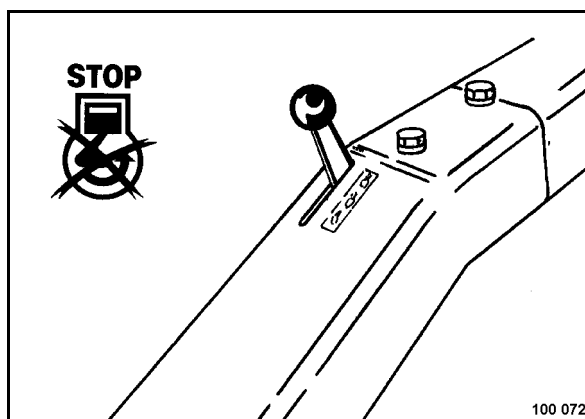

Fig. 48
- Colocar la palanca reguladora de velocidad (Fig. 48) a posición "STOP".